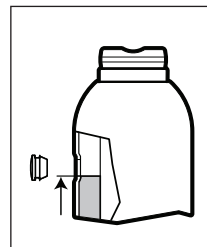
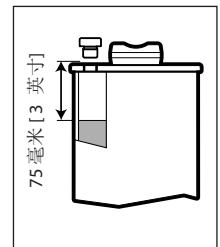

图 5 - 油位，除 **GBJ100** 之外的所有型号
图 6 - 油位，仅限型号 **GBJ100**
- 除 GBJ100 之外的所有型号：将油加注到油位与加油口的底部边缘大致齐平为止。见图 5。
- 仅限型号 GBJ100：将油加注到油位大约低于加油口 75 毫米 [3 英寸] 为止。见图 6。
小心：不要过量加油！在滑枕完全收缩并且千斤顶位于垂直位置的情况下，油位不应高于如图 5 或图 6（在适用于您的千斤顶型号时）所示的位置。